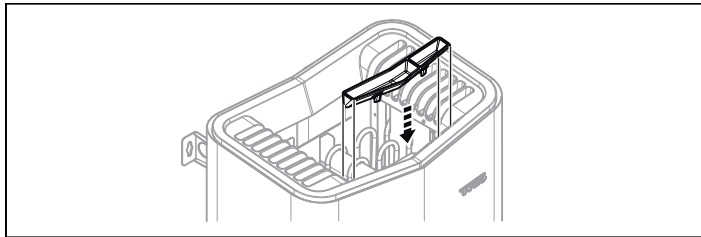

Abbildung 13: Montage des Duftkonzentratbehälters/Luftbefeuchters
8. Montieren Sie das Kräuterbecken / den Luftbefeuchter (siehe Abb. 13).